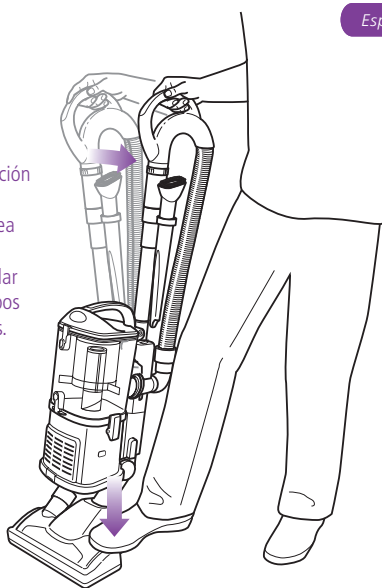

Fig. 13
- 4 Presione suavemente la boquilla para piso hacia abajo con su pie mientras sujeta el mango y lo inclina hacia atrás. (Fig. 13)